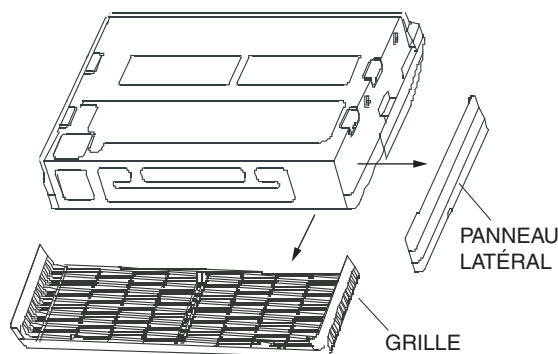

Figure 8 — Retrait du panneau latéral et de la grille
3. Retirez le panneau latéral et la grille de l'appareil, de la manière illustrée à la fig. 8 (ne s'applique pas à l'appareil 048).